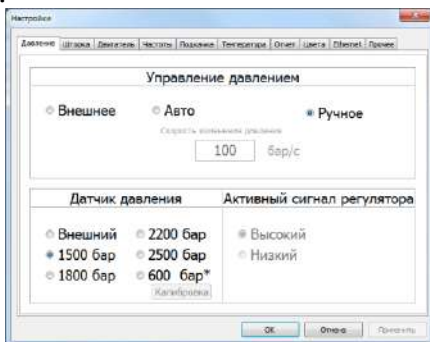
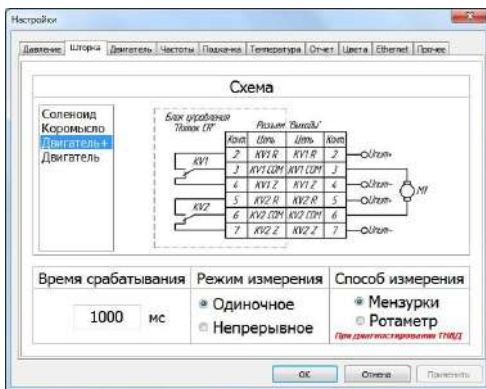
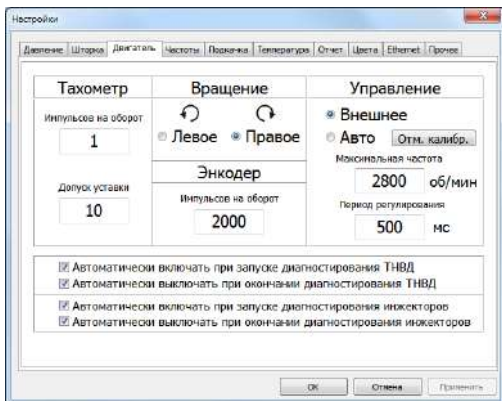
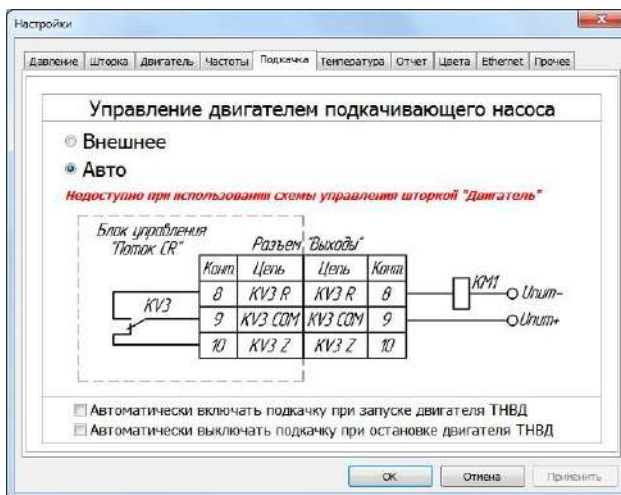

Рисунок 7.29 - Окно настроек
Рисунок 7.33 – Окно настройки шторки-задвижки
Рисунок 7.34 – Окно настройки измерения и регулировки частоты вращения двигателя
Рисунок 7.37 – Окно настройки управления пускателем топливopодкачивающего насоса
Для перехода к настройкам необходимо выбрать в строке меню главного окна программы выбрать пункт "Конфигурация" и в меню выбрать пункт "Настройки". На экране появится окно настроек (см. рис. 7.29) .
Для выбора режима управления давлением необходимо в окне настроек (см. рис. 7.29) выбрать закладку "Давление" и на панели "Управление давлением" выбрать необходимый режим управления.
Для выбора режима управления давлением необходимо в окне настроек (см. рис. 7.29) выбрать закладку "Давление" и на панели "Датчик давления" выбрать используемый датчик давления.
1. В окне настроек (см. рис. 7.29) выбрать закладку "Давление".
Для выбора схемы управления шторкой необходимо в окне настроек (см. рис. 7.29) выбрать закладку "Шторка" и на панели "Схема" выбрать используемую схему управления шторкой (см. рис. 7.33).
Для этого необходимо в окне настроек (см. рис. 7.29) выбрать закладку "Шторка" и задать время срабатывания шторки на одноименной панели (см. рис. 7.33).
Для выбора режима измерения необходимо в окне настроек (см. рис. 7.29) выбрать закладку "Шторка" и на панели "Режим измерения" выбрать необходимый режим (см. рис. 7.33).
Для этого необходимо в окне настроек (см. рис. 7.29) выбрать закладку "Двигатель" и на панели "Тахометр" задать количество импульсов на один оборот двигателя (см. рис. 7.34).
Для настройки направления вращения необходимо в окне настроек (см. рис. 7.29) выбрать закладку "Двигатель" и на панели "Вращение" задать направление вращения (см. рис. 7.34).
Для настройки направления режима управления двигателем необходимо в окне настроек (см. рис. 7.29) выбрать закладку "Двигатель" и на панели "Управление" выбрать необходимый режим управления двигателем (см. рис. 7.34).
Для того чтобы выполнить калибровку необходимо в окне настроек (см. рис. 7.29) выбрать закладку "Двигатель" и на панели "Управление" нажать кнопку "Калибровка" и следовать инструкциям на экране.
Соответствие частоты вращения и диапазона давлений задается в окне настроек (см. рис. 7.29), на закладке "Двигатель" (см. рис. 7.34).
Для этого необходимо в окне настроек (см. рис. 7.29) выбрать закладку "Подкачка" и выбрать режим управления "Авто" (управление осуществляется блоком управления "CR-2") либо "Внешнее" (управление осуществляется внешним устройством) (см. рис. 7.37).